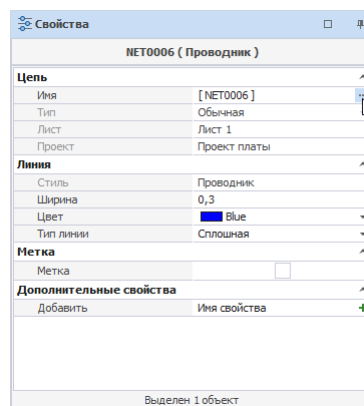

Рис. 102 Переход к переименованию цепи
- Из панели «Свойства» → раздел «Цепь» → пункт «Имя» → значок , см. Рис. 102.